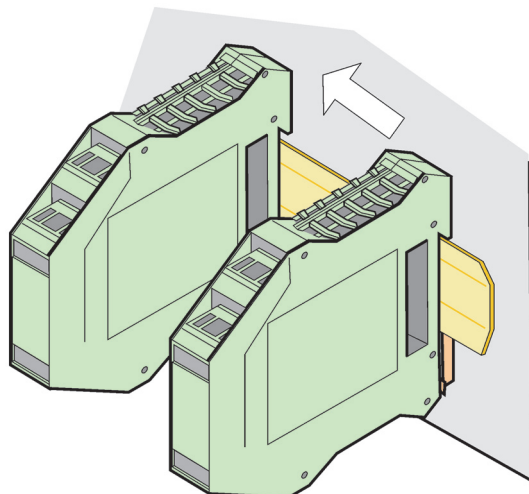

Рисунок 75 Подсоединение нескольких модулей расширения
4. Для нескольких модулей установите модули рядом друг с другом на DIN рейке и сдвиньте модули друг к другу (Рисунок 75). Таким способом сеть и источники питания в модулях будут соединены вместе.